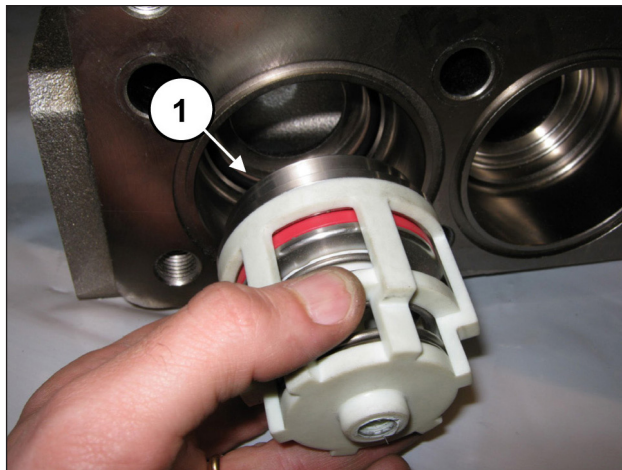

Fig. 155
Inserire il gruppo valvola di aspirazione (pos. ①, Fig. 155).